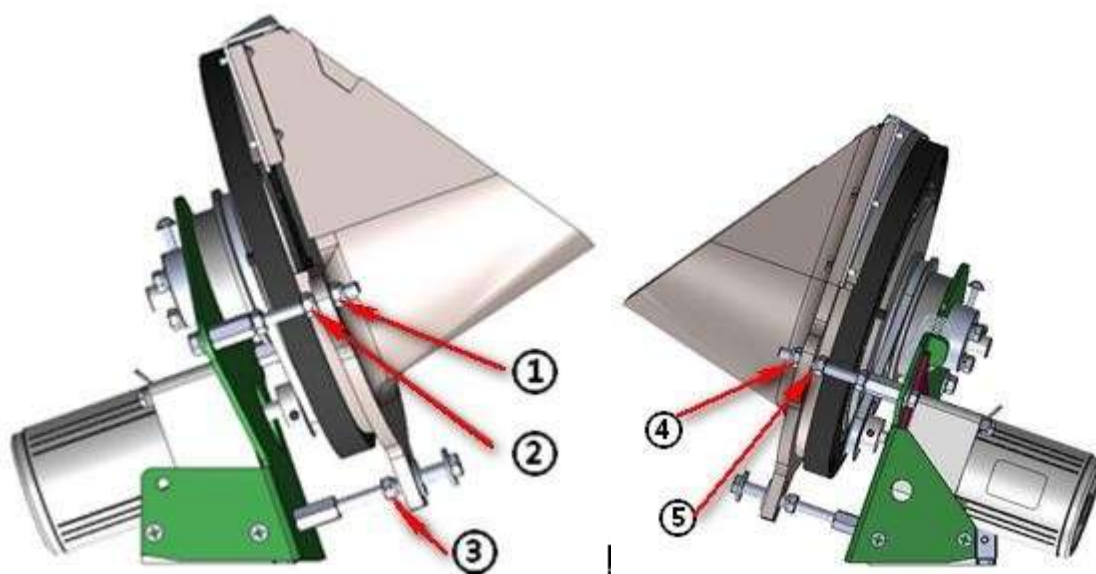

Рисунок 8.1.1 Шестигранная контргайка на подающем кармане
Отрегулируйте шестигранную контргайку (поз. ② рисунок 8.1.1), установите зазор между верхней поверхностью и поворотной пластиной 1-2мм, как показано на рисунке 8.1.2;
Отрегулируйте шестигранную контргайку (поз. ⑤ рисунок 8.1.1), установите зазор между верхней поверхностью и поворотной пластиной 2-3мм, как показано на рисунке 8.1.3.
Отрегулируйте шестигранную контргайку (поз. ③ рисунок 8.1.1), установите зазор между верхней поверхностью и поворотной пластиной 2-3мм, как показано на рисунке 8.1.4. Установите подающий карман, поверните его вниз и вверх руками и отрегулируйте шестигранную контргайку (поз. ① и ④ рисунок 8.1.1) так, чтобы зафиксировать подающий карман и он не мог двигаться вперед и назад, но мог поворачиваться. Настройка завершена.